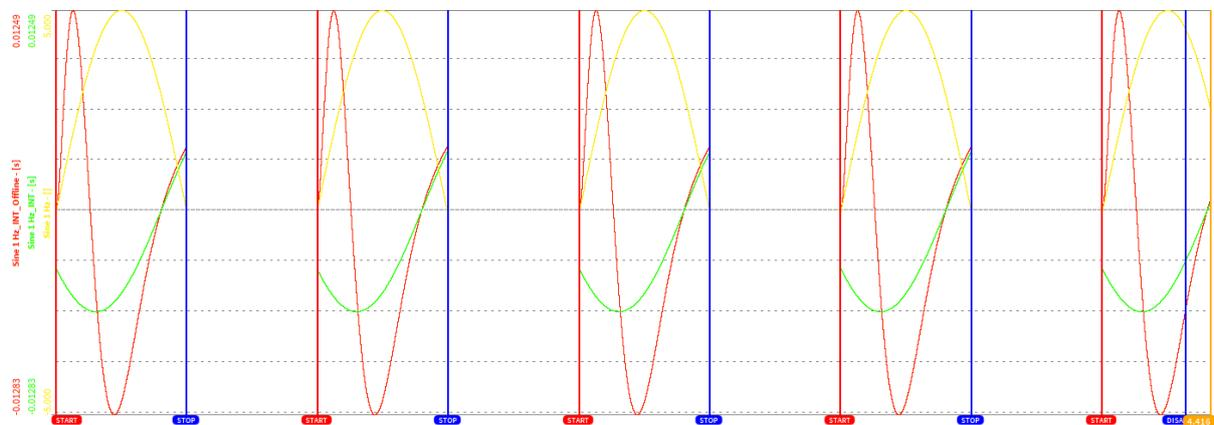

Abb. 7.181: Abweichung zwischen offline und online berechneten Filterkanälen im Fall einer ereignisgesteuerten Aufzeichnung
- Bitte beachten Sie, dass ein offline erstellter Filterkanal sich von einem online Filterkanal unterscheidet, z.B. am Anfang der Datei oder im Fall von ereignisgesteuerten Aufzeichnungen (siehe *Triggerereignisse*). Im Beispiel, dargestellt in *Abb. 7.181*, ist der grüne Kanal ein online berechneter Integrator, angewendet auf den gelben Analogkanal, und der rote Kanal ist ein offline berechneter Integrator, auch angewendet auf den gelben Analogkanal, mit denselben Einstellungen. Die Abweichung zwischen dem grünen und roten Kanal entsteht aufgrund dessen, da der offline berechnete Integrator am Anfang jedes Ereignisses oszilliert, im Gegensatz zum online berechneten Integrator, da analoge Daten jederzeit verfügbar sind.